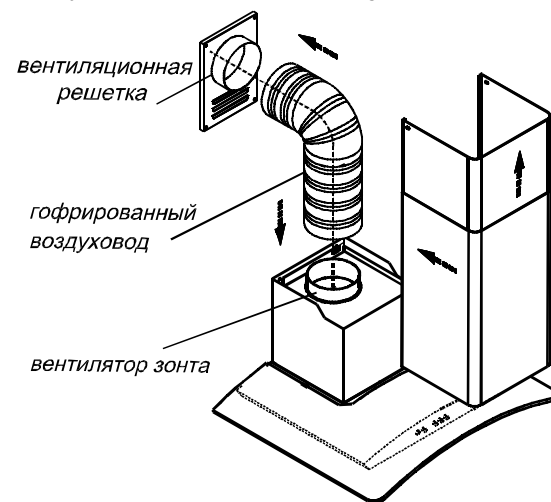
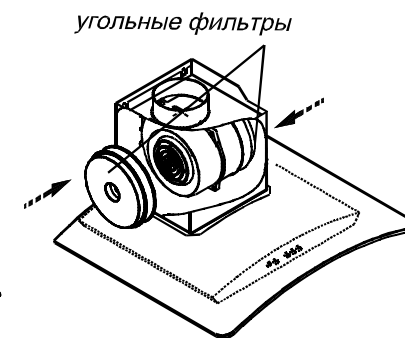
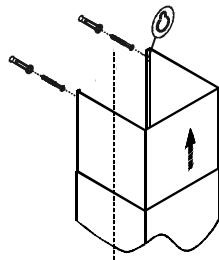

РИС. 8
РИС. 9
РИС. 5
6.5 В зависимости от режима эксплуатации зонта соедините вентилятор с вентиляционной решеткой полужестким гофрированным воздуховодом (рис. 8) или установите на вентилятор **угольные фильтры** * (рис. 9).
6.6 Для зонтов “Аметист”, “Аквамарин”, “Алмаз 90”, “Кристалл 90”, “Топаз 90”. Установите фальштрубы (рис. 8).
Установите фальштрубы (рис. 8). Выдвиньте верхнюю фальштрубу и навесьте ее на ввернутые шурупы через отверстие типа “замочная скважина” (рис. 5).
- будьте осторожны при установке фальштруб (рис.8), не повредите поверхности из нержавеющей стали. Их легко поцарапать.
6.3 Крепление верхней фальштрубы для зонтов “Кристалл-50,60”, “Лазурит 60”, “Топаз-50,60”, (рис.5) :